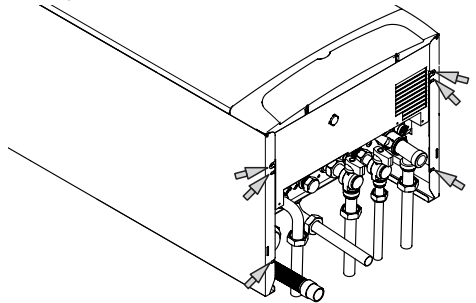

Рисунок 5.25
- Открутите шесть указанных винтов, см. Рисунок 5.25.